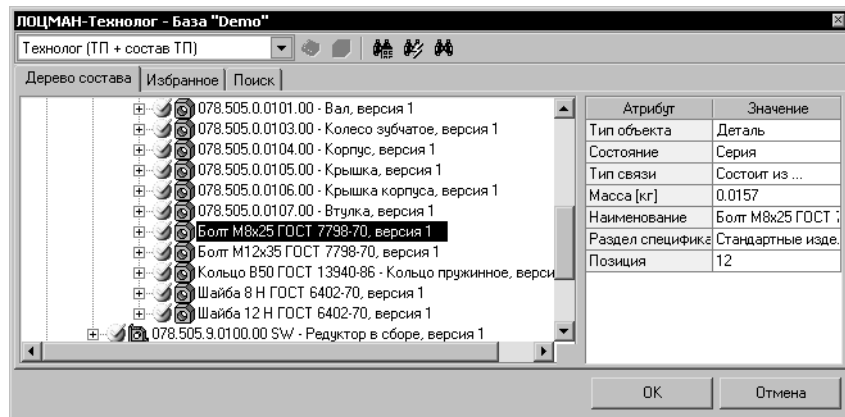

Рис. 9.70. Связывание ЕТП с объектом ЛОЦМАН:PLM
2. В появившемся окне ЛОЦМАН-Технолог (рис. 9.70) укажите объект (ДСЕ, технологический процесс, маршрут или элемент маршрута), с которым будет ассоциирован данный ЕТП, и нажмите кнопку **ОК**.
4. В появившемся окне **ЛОЦМАН-Технолог** (рис. 9.70), выберите объект ЛОЦМАН:PLM, с которым будет ассоциирован данный локальный ЕТП, и нажмите кнопку **ОК**.